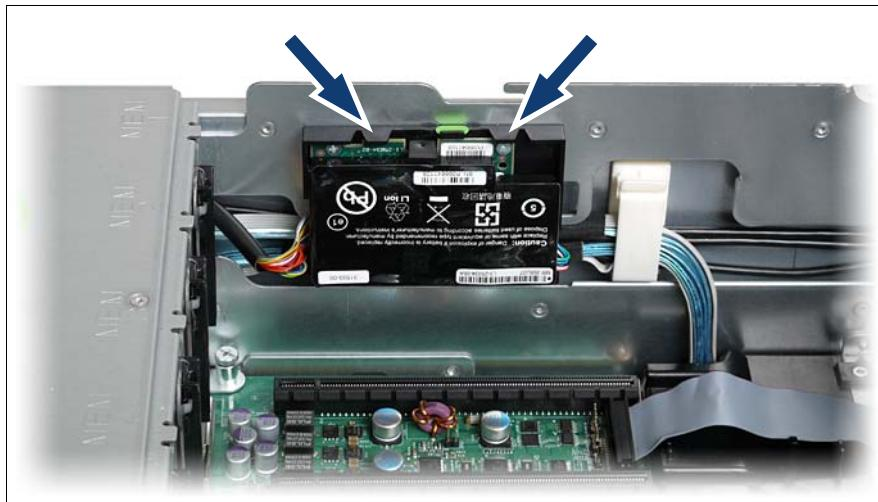

図 44: バッテリーホルダー #1 へのバッテリーの取り付け
2. バッテリーをホルダーに慎重に押し込み（図 44 の矢印を参照）、2 つのロックフックの下に固定します。